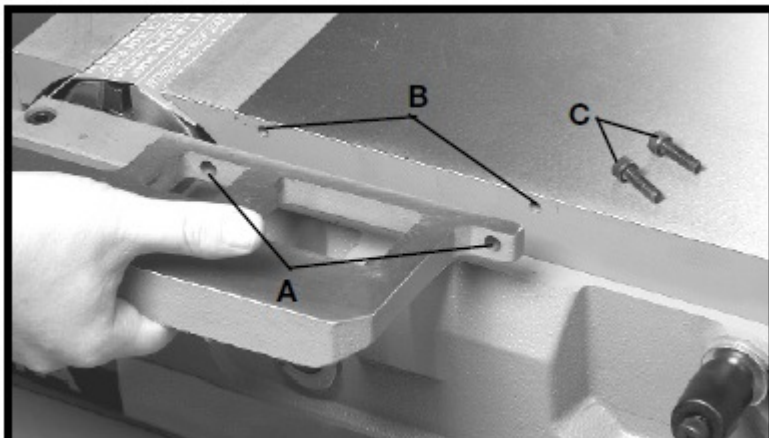

Рис. 15
1. Вывернуть два винта с шестигранным шлицем М6 х 1 – 20 (C), рис. 15, из отверстия в позиции (B) в передней части фуговального станка.
2. Совместить два отверстия (А), рис. 15, приспособления для шпунтования с двумя отверстиями (В) в передней части фуговального станка. Вставить винт в отверстие (А) приспособления для шпунтования и ввернуть винт в резьбовое отверстие (В) в передней части фуговального станка. Убедиться, что приспособление для шпунтования находится на одном уровне с подводным столом. Надёжно затянуть винт (С). Повторить данную операцию в другом отверстии приспособления для шпунтования и передней части фуговального станка.